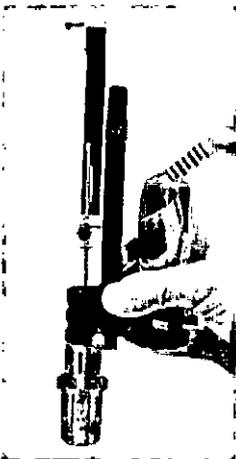

Figura 56
26. Retire el sistema Drive (se pueden emplear varios métodos). Si se utiliza la guía inferior, puede ser necesario retirarla del Drive antes de retirar el sistema Drive. (Ver Figura 56)